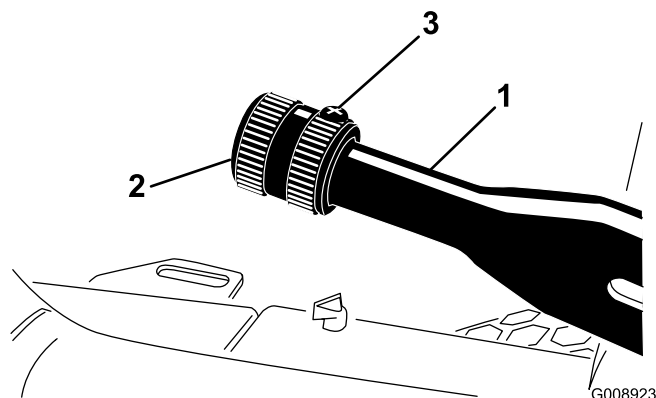

Figura 51
1. Desaperte o parafuso de afinação que fixa o manípulo à alavanca do travão de mão (Figura 51).